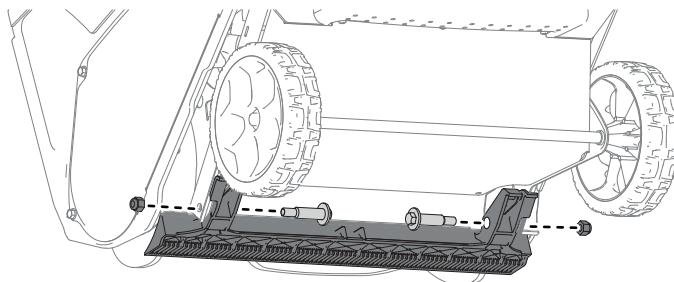

Figure 2
5. Fixez la lame racleuse de rechange sur la machine à l'aide des 2 boulons à épaulement et des 2 contre-écrous (Figure 2).